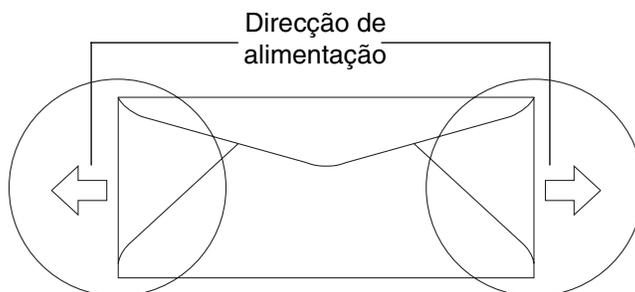

Figura 1-10
- Os envelopes devem ter duas camadas de papel na área indicada na Figura 1-10.